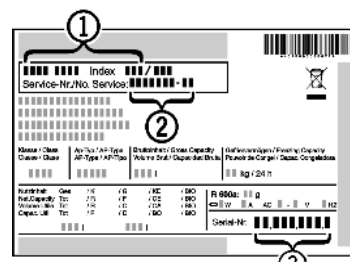

Fig. 13
*Fig. 13 (1)*, service-nr. *Fig. 13 (2)* en serie-nr. *Fig. 13 (3)* van het typeplaatje aflezen. Het typeplaatje bevindt zich aan de linkerkant binnen in het apparaat.
- ▶ Contact opnemen met de Technische Dienst en het probleem, apparaataanduiding *Fig. 13 (1)*, service-nr. *Fig. 13 (2)* en serie-nr. *Fig. 13 (3)* mededelen.